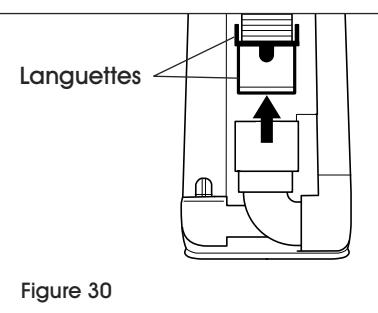

Figure 30
1. Appuyez sur les languettes et retirez le tuyau. (Voir Figure 30)